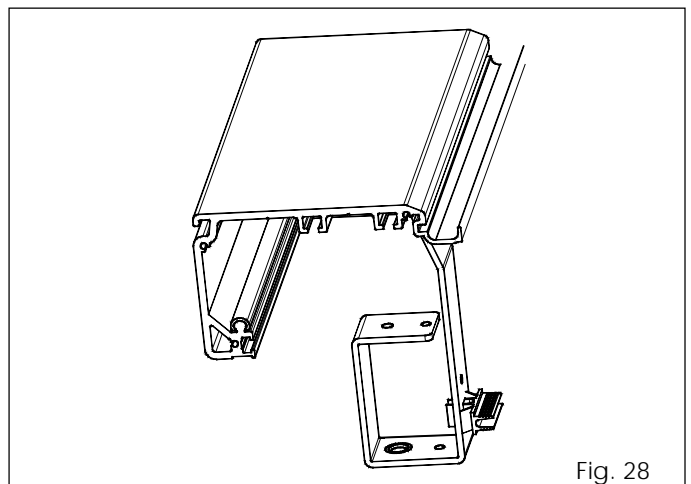

Fig. 28
- Fije la brida de soporte del pomo de desbloqueo interno en el otro extremo del travesaño (situado por la parte del grupo motor) como se indica en la fig. 28.